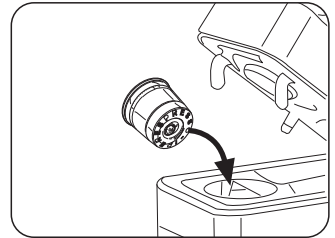

Fig. 8
- Soulever lentement vers l'arrière (jusqu'à l'arrêt) le levier de commande (1) (**Fig. 7**) et introduire une capsule dans l'espace prévu (**Fig. 8**)